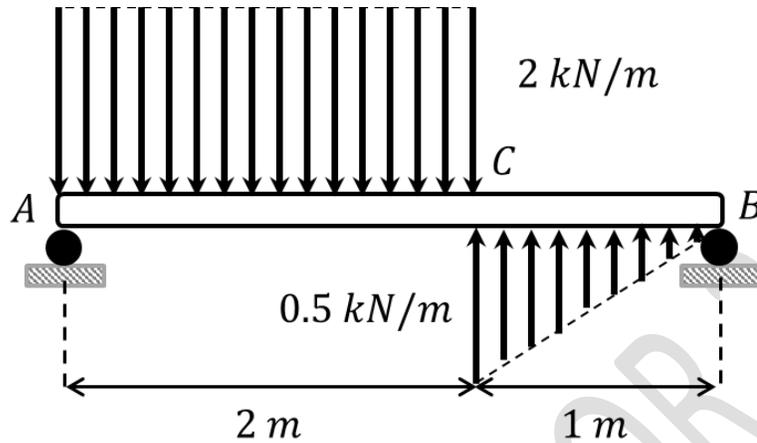

Fig. 7.1.
7.1.- Una viga de peso despreciable está sometida a dos tipos de fuerza distribuida como muestra la Fig. 7.1. Calcular las reacciones en los apoyos A y B.